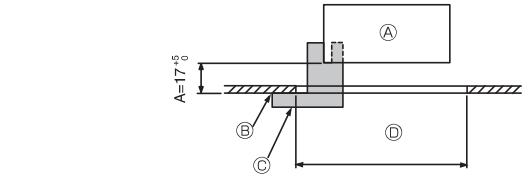
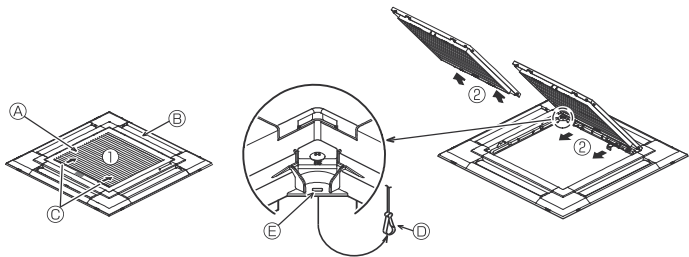
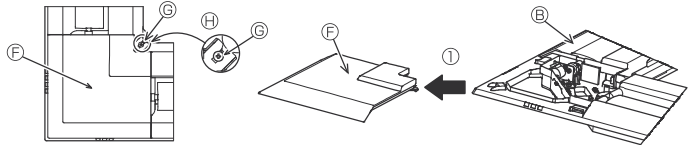

Fig. 9-2
Fig. 9-3
Fig. 9-4
①	Grille	1	950 × 950 (mm)
②	Schéma d'installation	1	(divisé en 4 parties)
③	Télécommande sans fil	1	pour PLP-6EALM
④	Support de la télécommande	1	Fournie s'il s'agit d'un modèle avec télécommande sans fil.
⑤	Piles LR6 AA	2	Fournie s'il s'agit d'un modèle avec télécommande sans fil.
⑥	Vis autotaraudeuses 3,5 × 16	2	Fournie s'il s'agit d'un modèle avec télécommande sans fil.
9.2. Préparation avant d'attacher la grille (Fig. 9-2)
- À l'aide de la jauge ② fournie avec ce kit, ajustez et vérifiez la position de l'appareil principal par rapport au plafond. Si l'appareil principal n'est pas correctement positionné par rapport au plafond, des fuites d'air peuvent se produire et provoquer un phénomène de condensation.
- ① Appareil principal
- ② Surface du plafond
- ③ Schéma d'installation ② (inséré dans l'appareil principal)
- ④ Dimensions de l'ouverture dans le plafond
9.2.1. Retrait de la grille d'admission (Fig. 9-3)
- Pour ouvrir la grille d'admission, faire glisser les leviers dans le sens indiqué par la flèche ①.
- Lorsque la grille se trouve en position "ouverte", retirer la charnière de la grille d'admission comme indiqué par la flèche ②.
9.2.2. Retrait du panneau en coin (Fig. 9-4)
- Dévissez les 4 vis de coin. Pour retirer le panneau, faites-le glisser dans le sens indiqué par la flèche ①.
- [Fig.9-3] [Fig.9-4]
- ① Grille d'admission
- ② Grille ①
- ③ Leviers de la grille d'admission
- ④ Crochet de la grille
- ⑤ Orifice pour le crochet de la grille
- ⑥ Panneau en coin
- ⑦ Vis
- ⑧ Détail